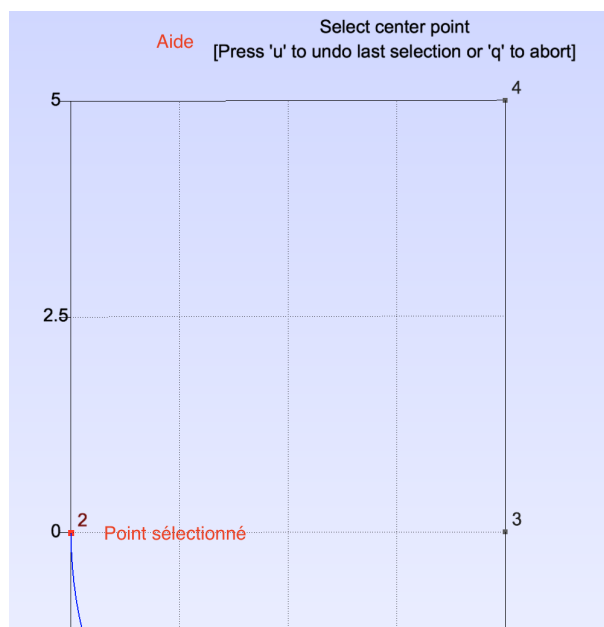

FIGURE 3 – Création d'un arc de cercle
2. Créez les arcs de cercle : dans **Geometry**→**Elementary entities**→**Add**, sélectionnez **Circle arc**. Le haut de la fenêtre graphique affiche l'aide associée à la commande (voir figure 3). Un point se sélectionne grâce à un clic gauche de la souris (il apparaît alors en rouge).